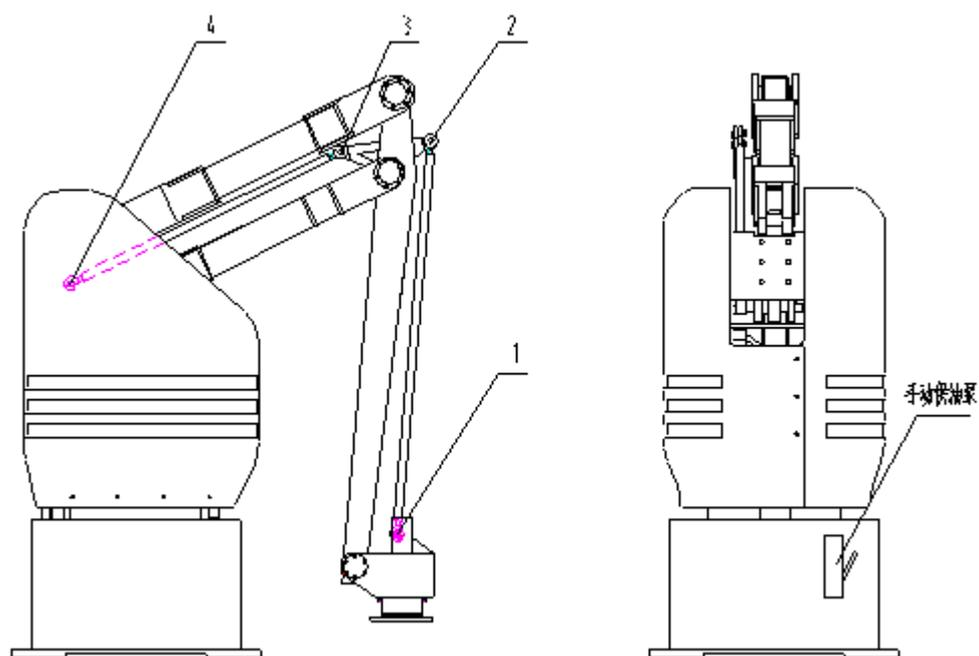

图 11 润滑位置
(1) 本产品丝杠与导轨各润滑点由手动油泵集（图 11 标示处）中供给，1-3 个月加油一次（取决于运行频率），推荐使用导轨润滑油；
(2) 杆关节球轴承润滑点如图 11 所示，3-6 个月用 0 号润滑脂涂抹球面一次，其余轴承由厂家大修时维护。